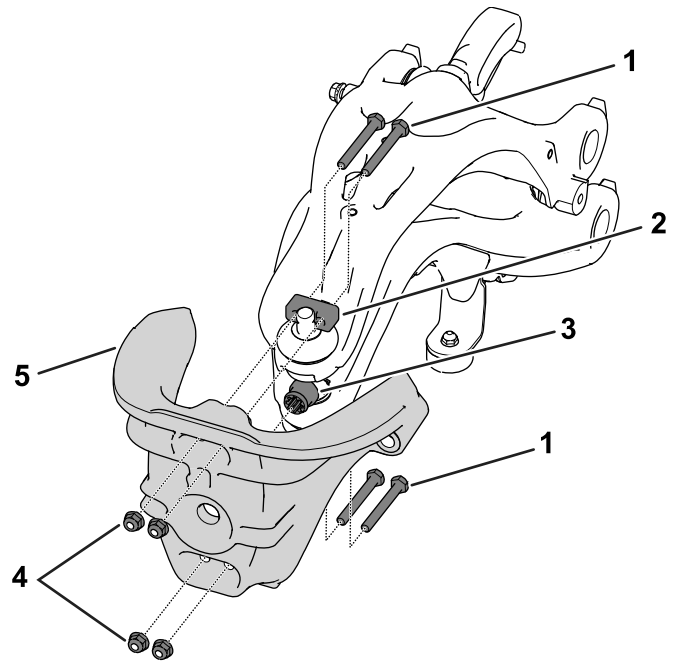

Figure 3
3. Retirez les boulons à tête hexagonale (5/16" x 2 1/2"), les écrous (5/16") et les colliers qui fixent la tête de direction à la suspension (Figure 3).
4. Déposez la bague cannelée en plastique de la tête de direction (Figure 3).
6. Utilisez les fixations que vous avez retirées à l'opération 3 pour fixer la tête de direction à la suspension (Figure 3).